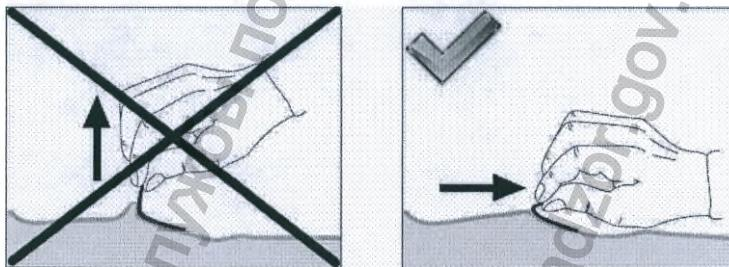

Рис. 4.6 Отсоединение адгезивных электродов
- Аккуратно снимите электроды с кожи пациента (см. Рис. 4.6 'Отсоединение адгезивных электродов')